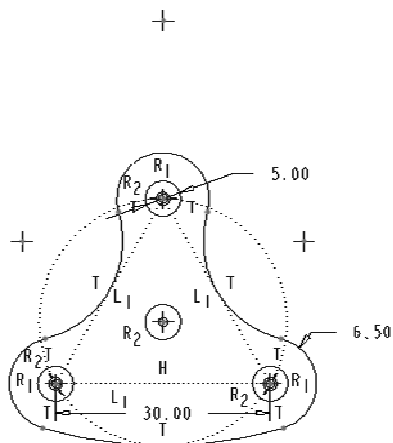

图 2-103 上机练习 3
(11) 绘制如图 2-103 所示的图形并标注和修改尺寸。